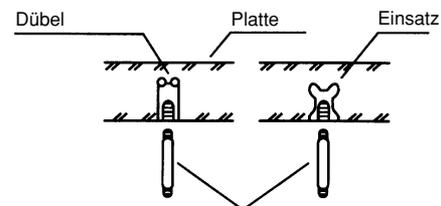

Abb. 3-1
- (1) Die Aufhängezugstange an die Decke befestigen, in dem man die Abbildungen auf den Zeichnung (Abb. 3-1 / 3-2 / 3-3) befolgt, und sie an die Deckenhaltestruktur oder einer anderen sicheren Struktur anhängt, die eine sichere Aufhängung gewährleistet.